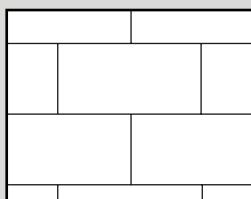
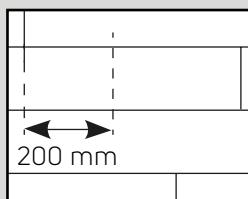

Fig. 3a
Fig. 3b
- Commencez la deuxième rangée en emboîtant la languette dans la rainure qui tient la lame à un angle d'environ 30°. Poussez ensuite fermement la lame/dalle dans la rainure de la première rangée. Posez la lame/dalle suivante en emboîtant la languette dans la rainure le long du bord court. Présentez ensuite la languette dans la rainure sur le côté long, en inclinant les lames/dalles pour qu'elles s'emboîtent (Figure 3). Il convient de poser les dalles et les lames en « décalé » pour faire en sorte que les quatre coins ne se touchent jamais (Figure 3a et Figure 3b).